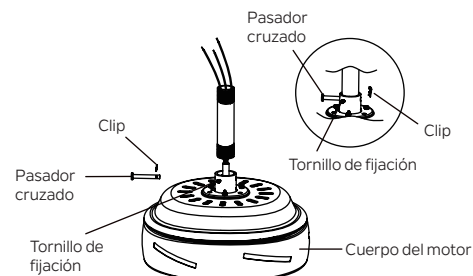

Figura 8
Paso 4. Afloje los dos tornillos de fijación y retire el clip y el pasador transversal del acoplamiento superior del cuerpo del motor. Con cuidado, pase los cables del ventilador hacia arriba a través de la varilla de extensión. Enrosque la varilla de extensión en el acoplamiento del motor hasta que los orificios de los pasadores cruzados estén alineados. A continuación, vuelva a colocar el pasador transversal y el clip y apriete ambos tornillos de fijación. (Figura 8)